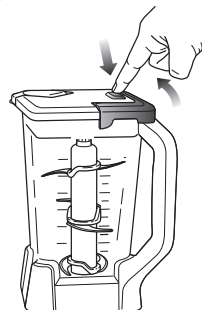

Fig. 10
- 16 Para alimentos de mayor consistencia, retire antes la tapa presionando el botón de liberación y tirando del mango hacia arriba en un ángulo de 90 grados para quitar la tapa de la jarra. Luego, retire las cuchillas apiladas con cuidado sosteniéndolas de la parte superior del vástago. Coloque las cuchillas apiladas lejos del área de trabajo para evitar el contacto accidental. Por último, vacíe el contenido de la jarra. (Fig. 10)